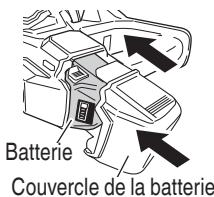

Fig. 24
- (2) Fixer la batterie et le couvercle de batterie (Fig. 24)
- (10) Fixer la batterie et le couvercle de batterie (Fig. 24)
- (4) Fixer la batterie et le couvercle de batterie (Fig. 24)